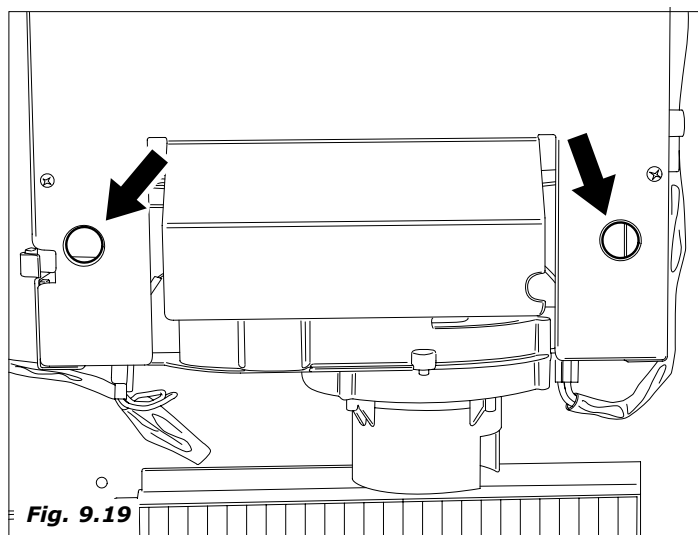

Fig. 9.19
- Volver a cerrar la compuerta transparente y localizar los dos agujeros de acceso a los tornillos (Fig. 9.19), entonces aflojarlos sin extraerlos.